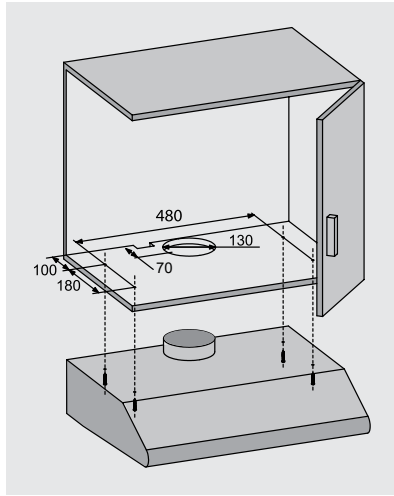

Figura 9
- Apoyando la cara superior de la campana sobre la superficie de instalación, marque los puntos donde se ubicarán los tornillos (3.5 mm de diámetro) y el ducto de extracción (130 mm de diámetro). Verifique que las medidas entre perforaciones coincidan con las indicadas en la figura 9.